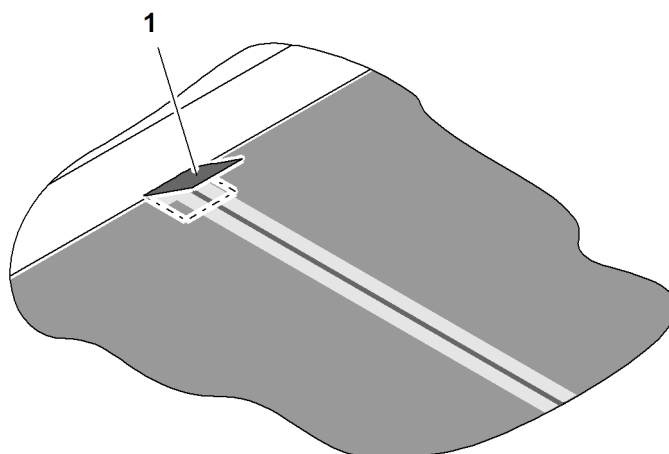

Fig. 7-22 Reforzar los cantos
- ⇒ Reforzar los cantos a la izquierda y a la derecha con cinta adhesiva de tejido (Fig. 7-22, pos. 1) para evitar roturas de la cinta transportadora.